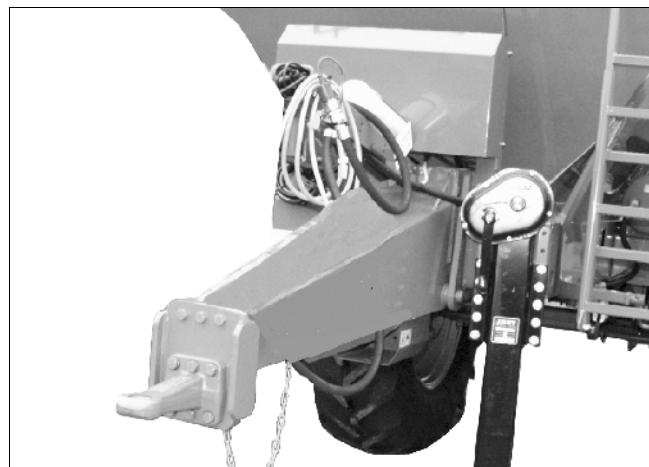

Рис. 6
- прямым тяговым дышлом (Рис. 6),